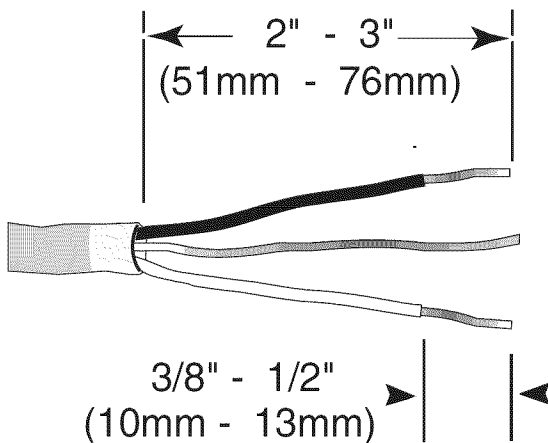

Figura 7
2. Retire entre 2 pulg. y 3 pulg. (51 - 76 mm) del revestimiento externo del cableado de suministro del hogar o del campo, como se muestra en la **Figura 7**. Retire entre 3/8 pulg. y 1/2 pulg. (10 - 13 mm) del aislamiento de cada cable como se muestra en la **Figura 7**.